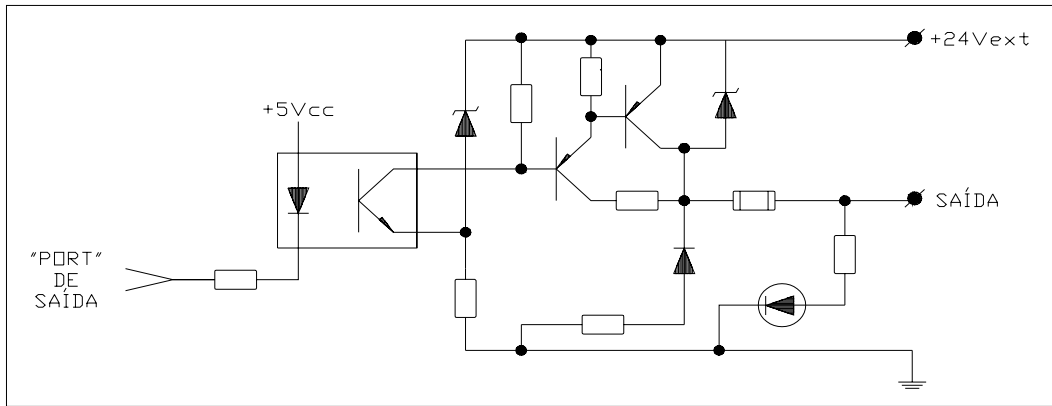

Figura 14 –Saída Tipo P
- **Saída Tipo P:** Quando o fluxo de corrente ocorre do potencial positivo da fonte de alimentação de 24 Vcc para a saída (carga ligada entre o potencial negativo e a saída, conforme (figura 16)). A (figura 14) exemplifica o circuito de uma saída digital tipo P.